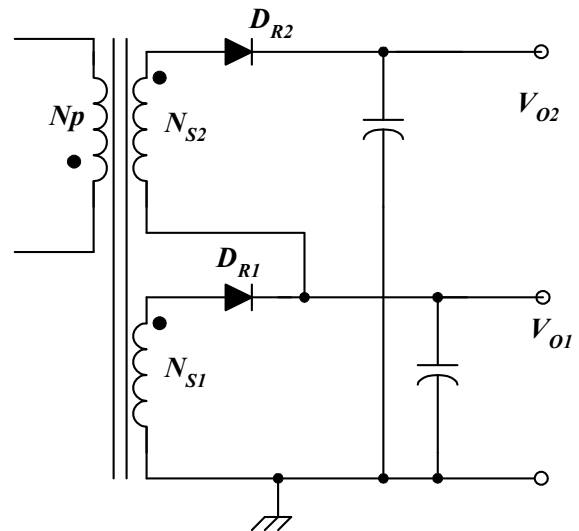

图 12 堆叠缠绕在其他输出之上
- **堆叠缠绕在其他输出之上**：如果变压器具有高电压和低电流输出，线圈可以堆叠在更低一级电压输出之上，如图 12 所示。这种方法具有更好的调节效果，可减少堆叠输出的二极管电压应力。每个输出的绕线和整流二极管大小必须能够容纳其输出电流及其所有堆叠输出的输出电流总和。